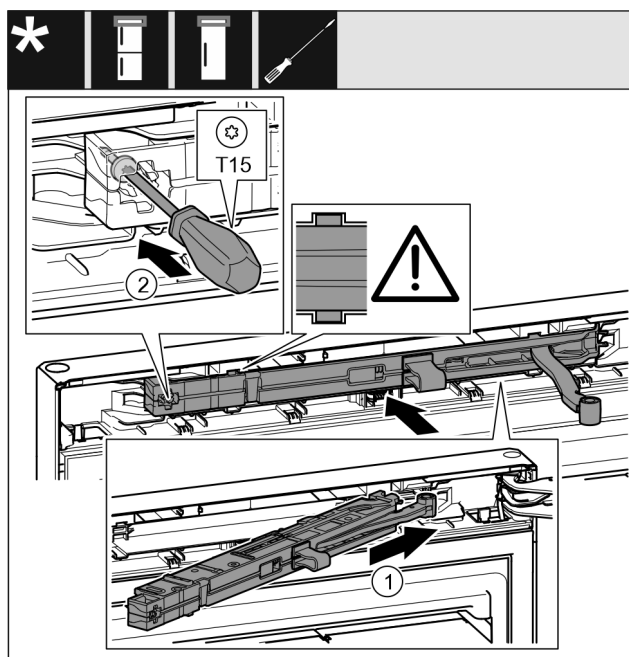

Fig. 23
- ▶ Introduzca la unidad de amortiguador de cierre en el lado del soporte de cojinete en posición inclinada en la escotadura hasta el tope. Fig. 23 (1)
- ▶ Apriete el tornillo con un destornillador T15. Fig. 23 (2)